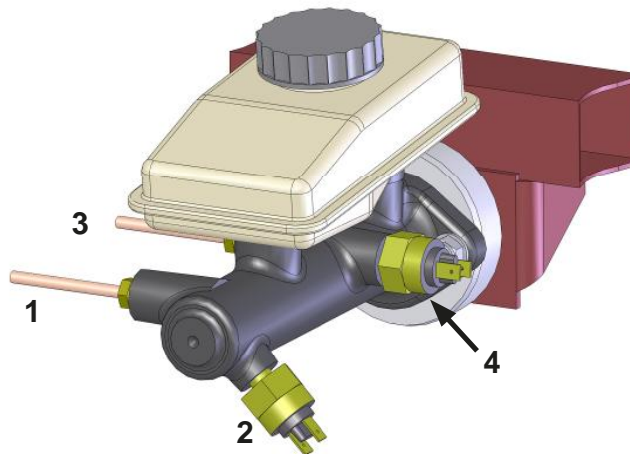

Fig. 2
- Ensure that the brake line of the front axle is connected to the rear left-hand connection (1) of the brake master cylinder in the direction of travel and that one of the brake light switches is connected to the lower left-hand connection (2). The rear axle line and the other brake light switch are connected to the front connections (3) and (4) in the direction of travel. See Fig. 2
- Achten Sie darauf, dass die Bremsleitung der Vorderachse an den, in Fahrtrichtung, hinteren linken Anschluss (1) des Hauptbremszylinder kommt und einer der Bremslichtschalter auf den tieferen linken Anschluss (2). Die Leitung der Hinterachse und der andere Bremslichtschalter kommen an die, in Fahrtrichtung, vorderen Anschlüsse (3) und (4). Siehe Fig.2